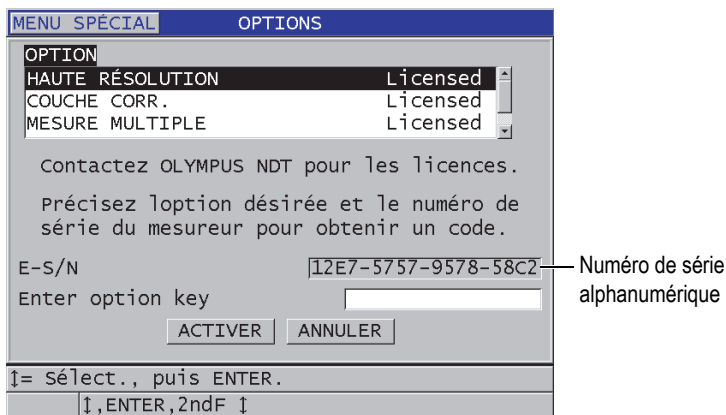

Figure 7-1 Écran OPTIONS servant à activer les options logicielles
3. Dans l'écran **OPTIONS** (Figure 7-1 à la page 114), notez le numéro de série alphanumérique de 16 caractères inscrit dans le champ **E-S/N**.
5. Dans l'écran **OPTIONS** (Figure 7-1 à la page 114), faites ce qui suit :